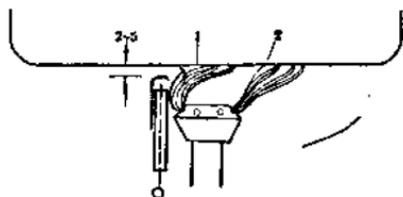

图 31
在试用过程中常会遇到只有一孔或三孔火焰，主要有两个原因：①放电头上止点太低。②放电头在上止点时不端直。放电头太低或不端直都不能使第一根火焰有力地反回引着其它孔的火焰。只要按图 31 调高上止点即可。